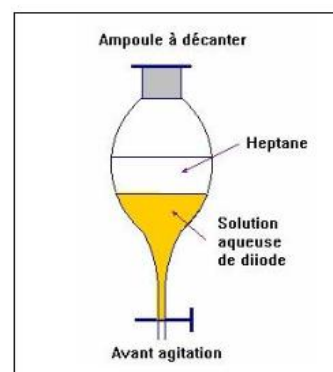

fig 3
-On introduit le mélange d'une solution aqueuse d'iodure de potassium et de diiode dans l'ampoule à décanter (figure 3).